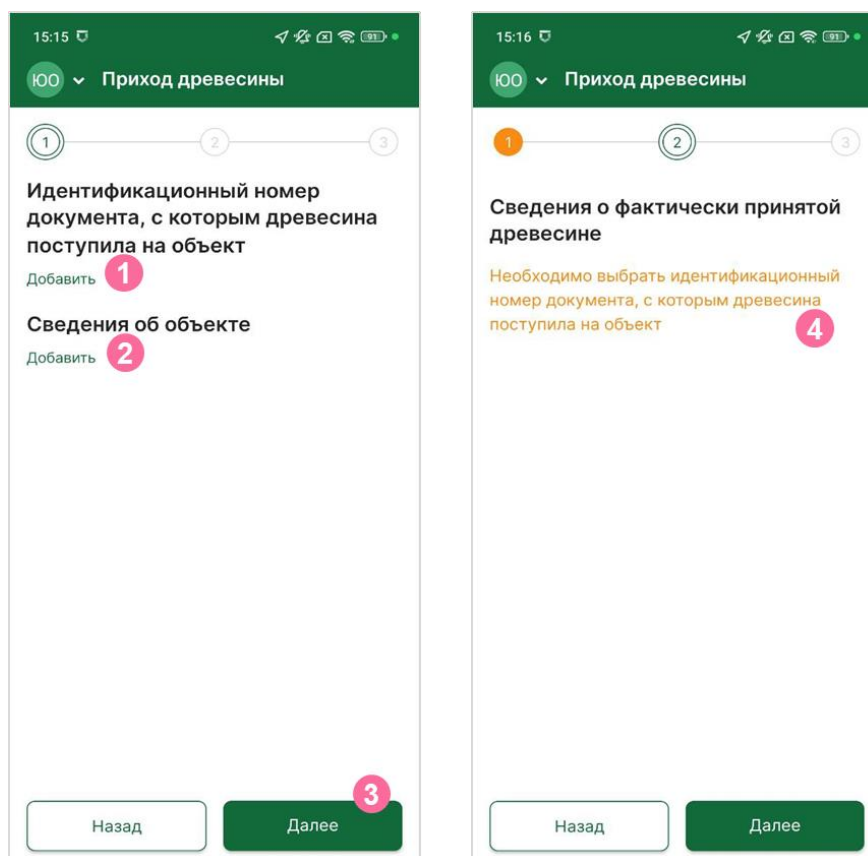

Рисунок 14 – Оформление отчета «Приход древесины»
- 4 В случае, если на шаге 1 не был указан идентификационный номер ЭСД или не были указаны сведения об объекте, на втором шаге появится уведомление «Необходимо выбрать идентификационный номер документа, с которым древесина поступила на объект» (рисунок 14).